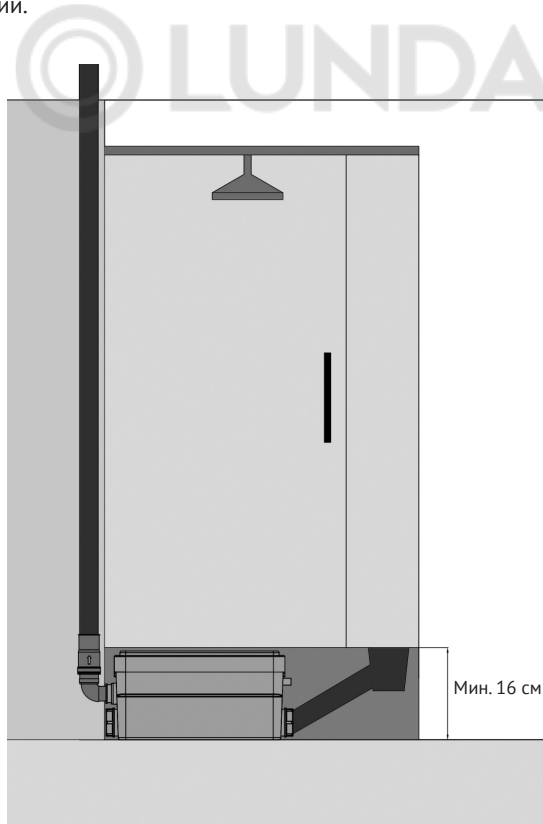

Рисунок 5 – Установка КНС под душевым поддоном
Если КНС размещается под душевым поддоном, то минимальная высота от пола до поддона должна составлять 16 см (см. рисунок 5), чтобы станция могла под ним поместиться. Для возможности обслуживания станции необходимо предусмотреть съемную панель размером 40 x 15 см.
Рекомендуется выполнять соединения на трубопроводе неразъемными, что повысит надежность системы. Важно также предусмотреть шаровой запорный кран на напорном трубопроводе, чтобы упростить процесс обслуживания и демонтажа КНС (см. рисунок 5).
- горизонтальные участки должны иметь уклон не менее 2 %, т.е. на каждый метр по горизонтали труба поднимается на 2 см по вертикали (см. рисунок 5);